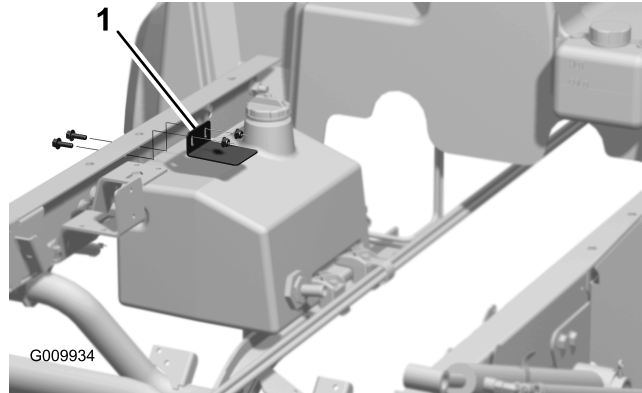

Рисунок 10
4. Прикрепите, не затягивая, прижим бака к левому швеллеру рамы с помощью двух винтов с фланцевыми головками (5/16 x 1 дюйм) и двух фланцевых гаек (5/16 дюйма), как показано на Рисунок 10.